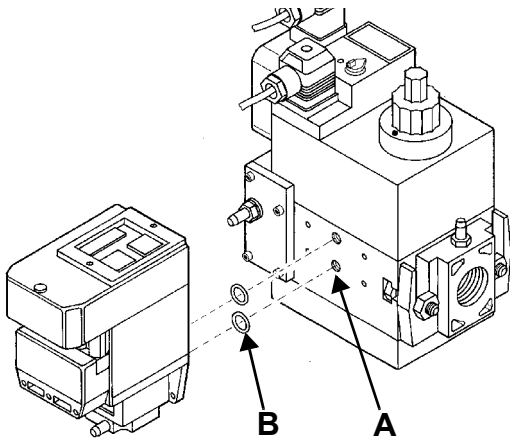
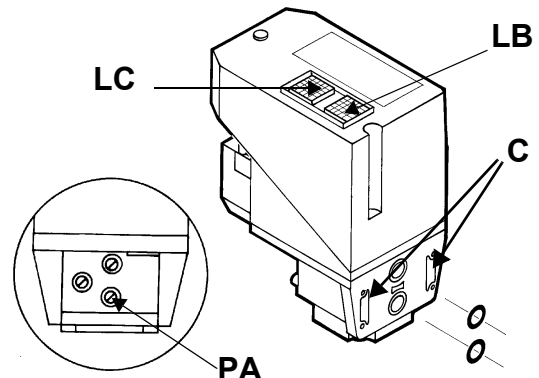

Fig. 13
Fig. 14
- 2 togliere le viti di chiusura del gruppo MultiBloc (Fig. 13-A);
- 3 inserire gli anellini di tenuta (10,5 x 2,25) nel VPS 504 (Fig. 14-B, Fig. 13-B);
- 4 avvitare le 4 viti del controllo di tenuta (M4 x 16) Fig. 13-C.
Per effettuare la verifica di funzionamento, inserire un manometro in corrispondenza della presa di pressione **PA** (Fig. 14). Se il ciclo di prova ha esito positivo, dopo alcuni secondi si accende la lampada di consenso **LC** (gialla). In caso contrario si accende il pulsante luminoso **LB** di blocco (rossa). Per ripartire è necessario sbloccare l'apparecchiatura premendo il pulsante **LB**.